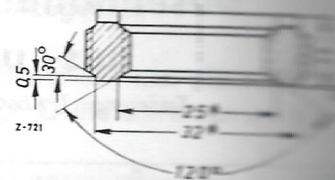

Bild 07-17/5
Verwendung des Sechskantmutter Teil-Nr. 312 589 00 09 mit 7-1/2 mm Bohrung. Vor dem Einschrauben der Sechskantmutter (1) nochmals prüfen, ob die Düse (4) mit ihrem zylindrischen Teil frei in der Bohrung der Vorkammer (siehe Bild 07-17/4).
7. Das Durchgangsstück (3) mit dem Düsenhalter (6) aufsetzen (siehe Bild 07-17/4). Die Auflageflächen an Düsenhalter und Durchgangsstück müssen absolut sauber sein, um ein Dichtergebnis zu erreichen. Gegenwärtig Dichtflächen egalisieren oder das Durchgangsstück erneuern.
8. Die Sechskantmutter (2) an Gewinding des Durchgangsstücks (3) ansetzen, aber noch nicht festziehen, sondern Leckölleitung (4) anzuschließen (siehe Bild 07-17/1).
9. Die Leckölleitung (4) mit der Leckölleitung (5) am Durchgangsstück (3) festziehen, dazu auf beiden Seiten neue O-Ringe verwenden (siehe Bild 07-17/1).
10. Die Sechskantmutter (2) mit dem Drehmomentschlüssel mit 5 Nm festziehen, darf auf keinen Fall versucht werden, ein stärkeres Anziehen einen dichten Anschluß dicht zu bekommen. Bei zu mäßigem Anziehen streicht sich der Leckölanschluß und macht den Düsenhalter unbrauchbar. Eine Undichtigkeit ist nur auf schlechte Dichtflächen an Durchgangsstück und Düsenhalter zurückzuführen.
11. Die Einspritzleitung durch Ansetzen der Überwurfmutter (1) am Düsenhalter anschließen (siehe Bild 07-17/1).